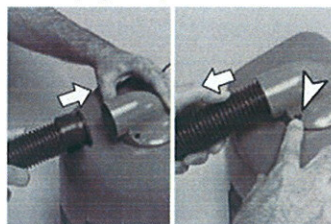

FIG. 7
1. Pour fixer le tuyau d'aspiration sur la machine, il suffit d'insérer le tuyau dans le coude pivotant jusqu'à ce qu'il se ferme en position avec un bruit sec. Pour déconnecter le tuyau du coude, appuyez sur le bouton de déblocage du tuyau situé sur le coude (Figure 7).